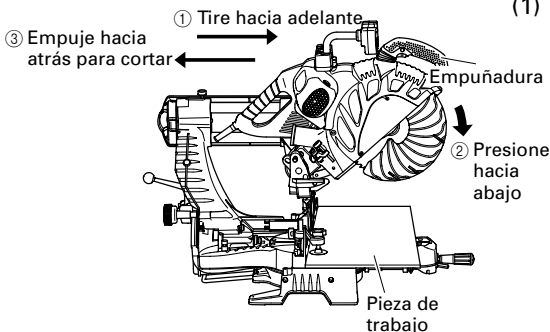

Fig. 29
Después presione hacia abajo la empuñadura y deslice la hoja de sierra hacia atrás para cortar la pieza de trabajo como se indica en la Fig. 29. Esto facilitará el corte de piezas de trabajo de hasta 4-3/16" (107 mm) de altura y 12-1/4" (312 mm) de anchura.
- ⚠ ADVERTENCIA:** * Para el corte deslizable, siga los procedimientos indicados en la Fig. 29 anterior.